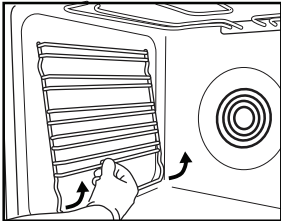

Fig. 3
1. Verwijder de zijroosters (fig. 3).